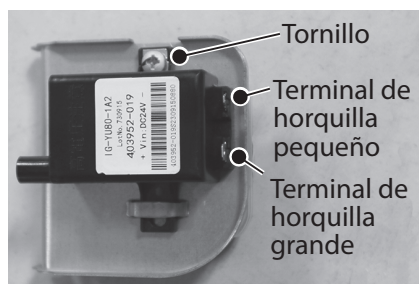

Figura 58 - Ubicación del conjunto de encendedor
- 7 Desconecte las dos conexiones de terminal de horquilla en la parte trasera del encendedor, y retire el conjunto de encendedor y el soporte del calentador de agua. Consulte la Figura 58.
- 8 Ubique el tornillo que fija el encendedor al soporte. Retire el tornillo y déjelo a un lado en un lugar seguro para volver a instalarlo. Consulte la Figura 58.